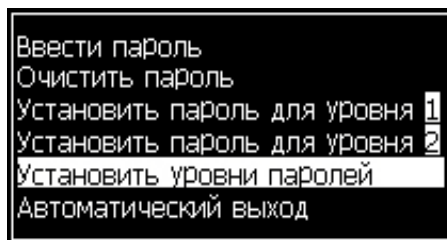
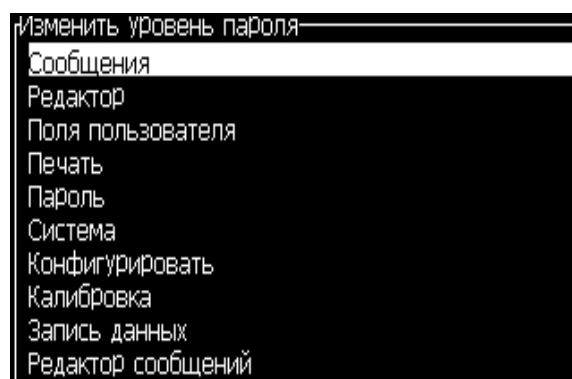
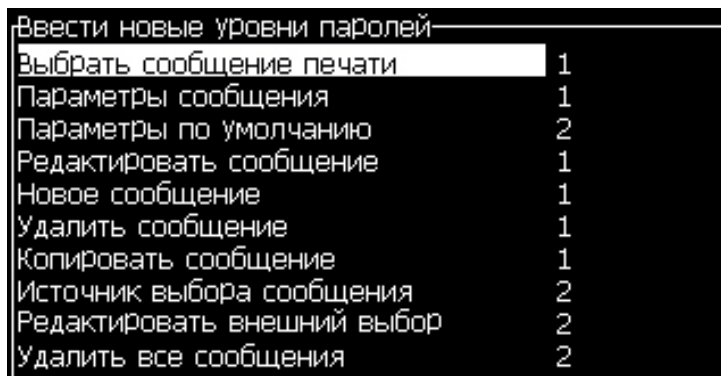

Рисунок 4-8: Установка паролей для уровней доступа
Рисунок 4-9: Изменение пароля для уровня доступа
Рисунок 4-10: Ввод паролей для новых уровней доступа
- 1 Нажмите кнопку “Alt + w”, и выберите опцию “Set Password Levels” (установка уровней доступа для паролей) (смотрите Рисунок 4-8) для открытия окна “Change Password Levels” (изменение уровней доступа для паролей) (смотрите Рисунок 4-9 на странице 4-5).
- 2 Выберите меню (смотрите Рисунок 4-9 на странице 4-5), для которого необходимо изменить пароль уровня доступа, и нажмите кнопку “Enter” (ввод). Появится окно “Enter New Password Level” (ввод новых паролей для уровней доступа) (смотрите Рисунок 4-10 на странице 4-6).